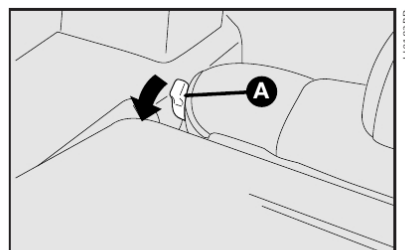

fig. 96
**4**) Desencaixar o encosto, movendo as alavancas laterais **A-fig. 96** no sentido da seta.
Para isso, destravar a alavanca da direita ou da esquerda **A-fig. 96** e rebater para a frente o encosto até obter uma única superfície de carga.